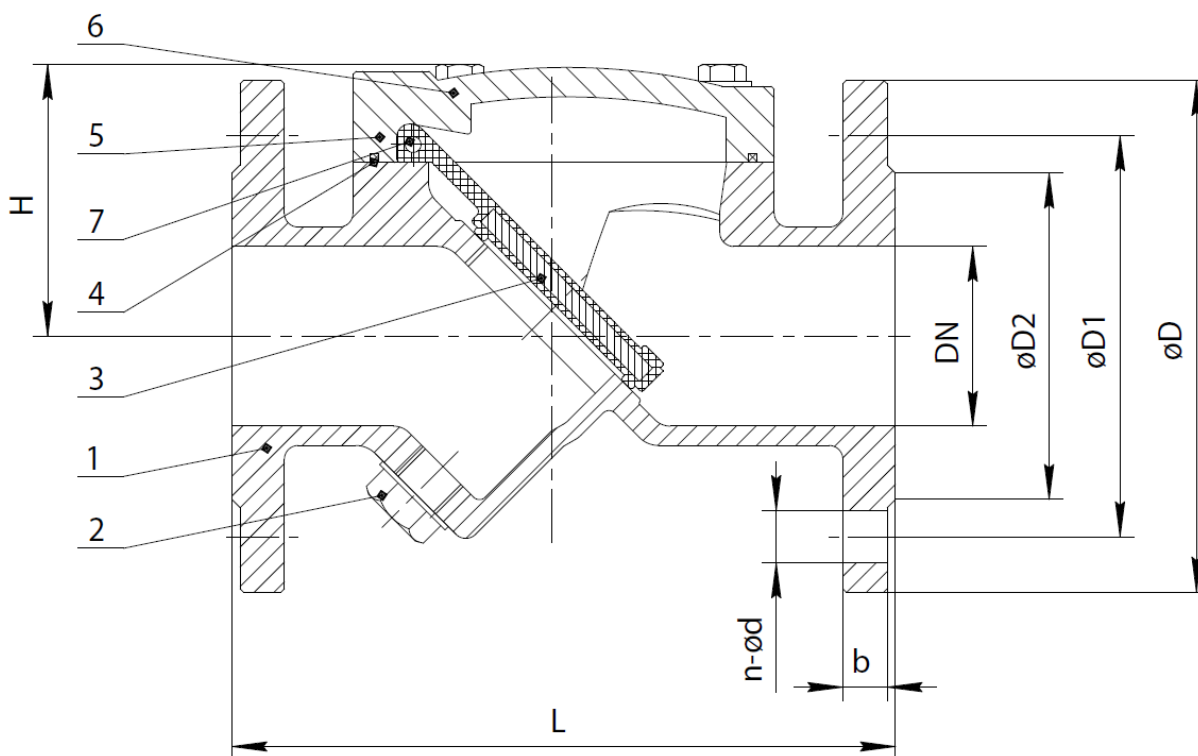

Рис. 1
1.3.1. Основные элементы конструкции клапана приведены в табл.1, на рис.1.
1.3.2. Под действием прямого потока рабочей среды диск (3) перемещается по оси вращения штока (7) и открывает клапан. При отсутствии прямого потока рабочей среды, под действием собственного веса, диск (3) перекрывает обратный поток среды (рис.1).